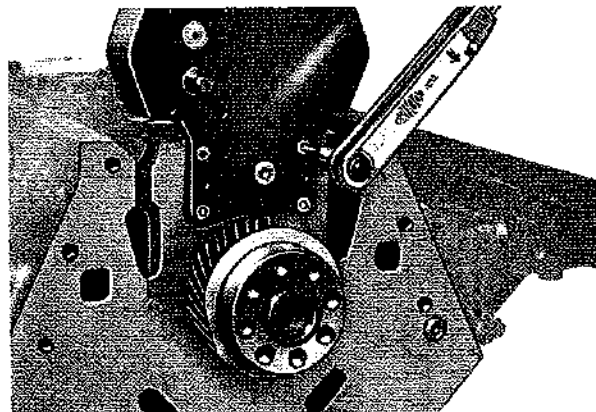

Fig. 29
- Flangia a supporto di banco n° 1 impegnandola nelle spine e serrando le viti a 3 kgm. (Fig. 29).